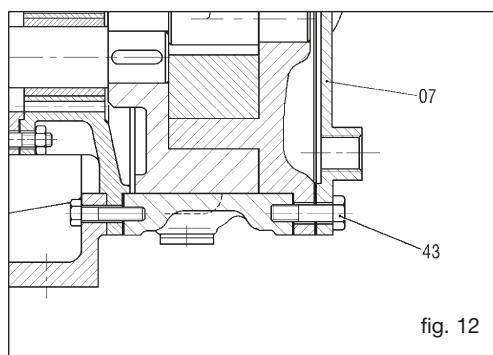

fig. 12
- Se la pompa è dotata di camera di riscaldamento sul coperchio (07), questa si separerà dal coperchio non appena rimossi i bulloni (43) (fig.12). Fare attenzione a non danneggiare la guarnizione se ciò accadesse sostituire.